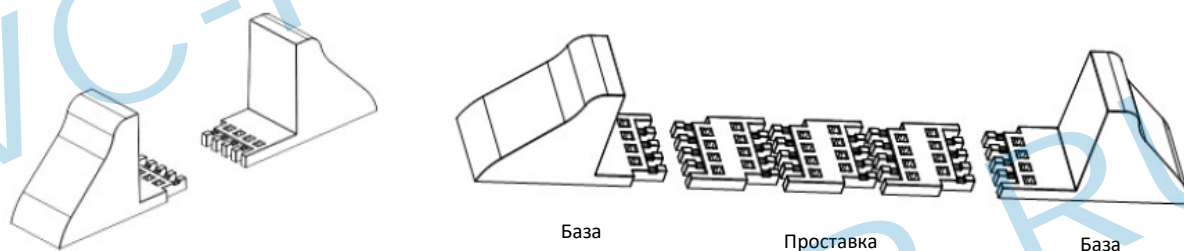

Рис. 3-1. Сборка поддерживающего основания.
1. Извлеките опорные основания и проставки, а затем установите проставки и опорные основания, как показано на Рис. 3-1. Для моделей ИБП тип (L) необходимо 4 базы поддержки, для стандартных моделей ИБП или батарейных шкафов необходимы 4 дополнительные распорки.